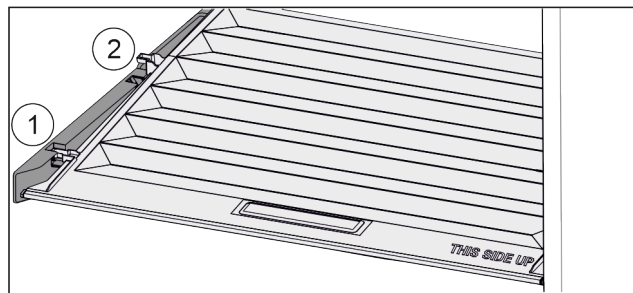

Fig. 89
- ▶ Deckel bis zur Öffnung in den Halteteilen nach vorne ziehen Fig. 89 (1).
- ▶ Hinten von unten anheben und nach oben wegnehmen Fig. 89 (2).